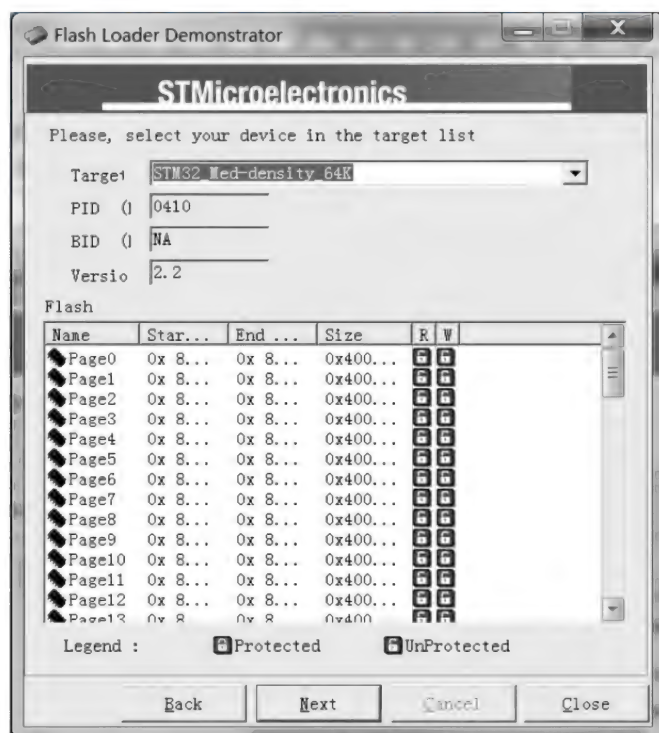

图 5.31 选择 MCU
(5) 如图 5.31 所示,保持 Target 为 STM32\_Med-density\_64K 不变,即与本实验开发板所用 MCU 一致。然后其他项保持默认,单击 Next 按钮进入下一步。